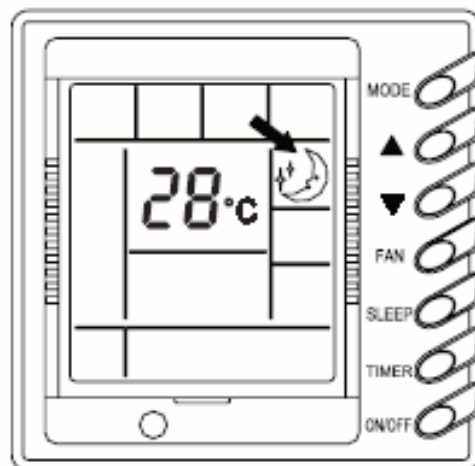

Fig. 19
1.3 Ajuste del Modo Sleep (Fig.19)